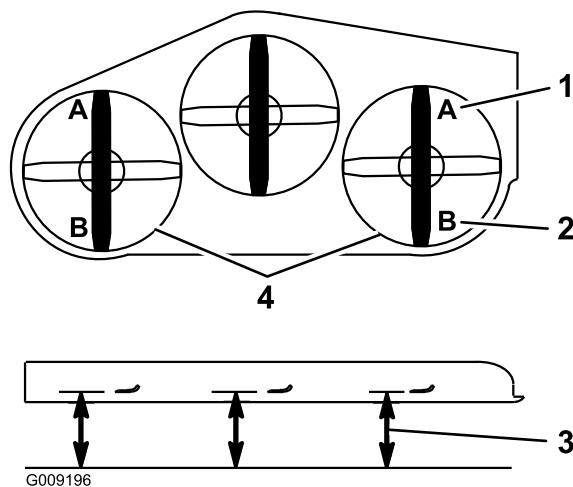

Figura 85
9. Su ambo i lati del piatto di taglio, misurate dalla superficie piana all'estremità anteriore della lama (posizione A). La misura deve essere di 7,6 cm (Figura 85).
15. Su ambo i lati del piatto di taglio, misurate dalla superficie piana all'estremità posteriore della lama (posizione B). La misura deve essere di 8,3 cm (Figura 85).